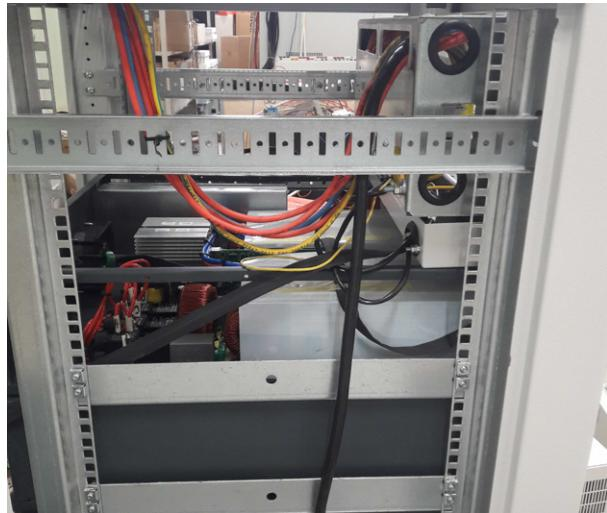

Рисунок 19. Крепление кабелей в изделии
3. Подключить три фазных проводника, нейтральный проводник и проводник заземления трёхфазной сети переменного тока к выводам «Вход» модуля распределения МР-1В4-10, в соответствии с маркировкой и «Правилами устройства электроустановок». Кабели входной сети заводятся в изделие через верхний или нижний щёточный разъем и фиксируются на горизонтальных направляющих шкафа с помощью нейлоновых хомутов (стяжек) – **рисунок 19**.